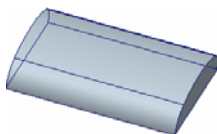
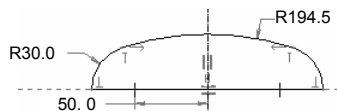

图 5.35.2 实体拉伸特征 1
图 5.35.3 特征截面草图
Step2. 创建图 5.35.2 所示的零件基础特征——实体拉伸特征 1。
(1) 单击 **模型** 功能选项卡 **形状** 区域中的  按钮。
(2) 定义草绘截面：右击，选择 **定义内部草绘...** 命令；选择 FRONT 基准平面作为草绘面；选取 RIGHT 基准平面作为参考平面；方向为 **右**；单击 **草绘** 按钮。绘制图 5.35.3 所示的特征截面，完成后单击“确定”按钮 。
(3) 在操控板中选择深度类型 ，深度值为 200.0；单击“完成”按钮 。